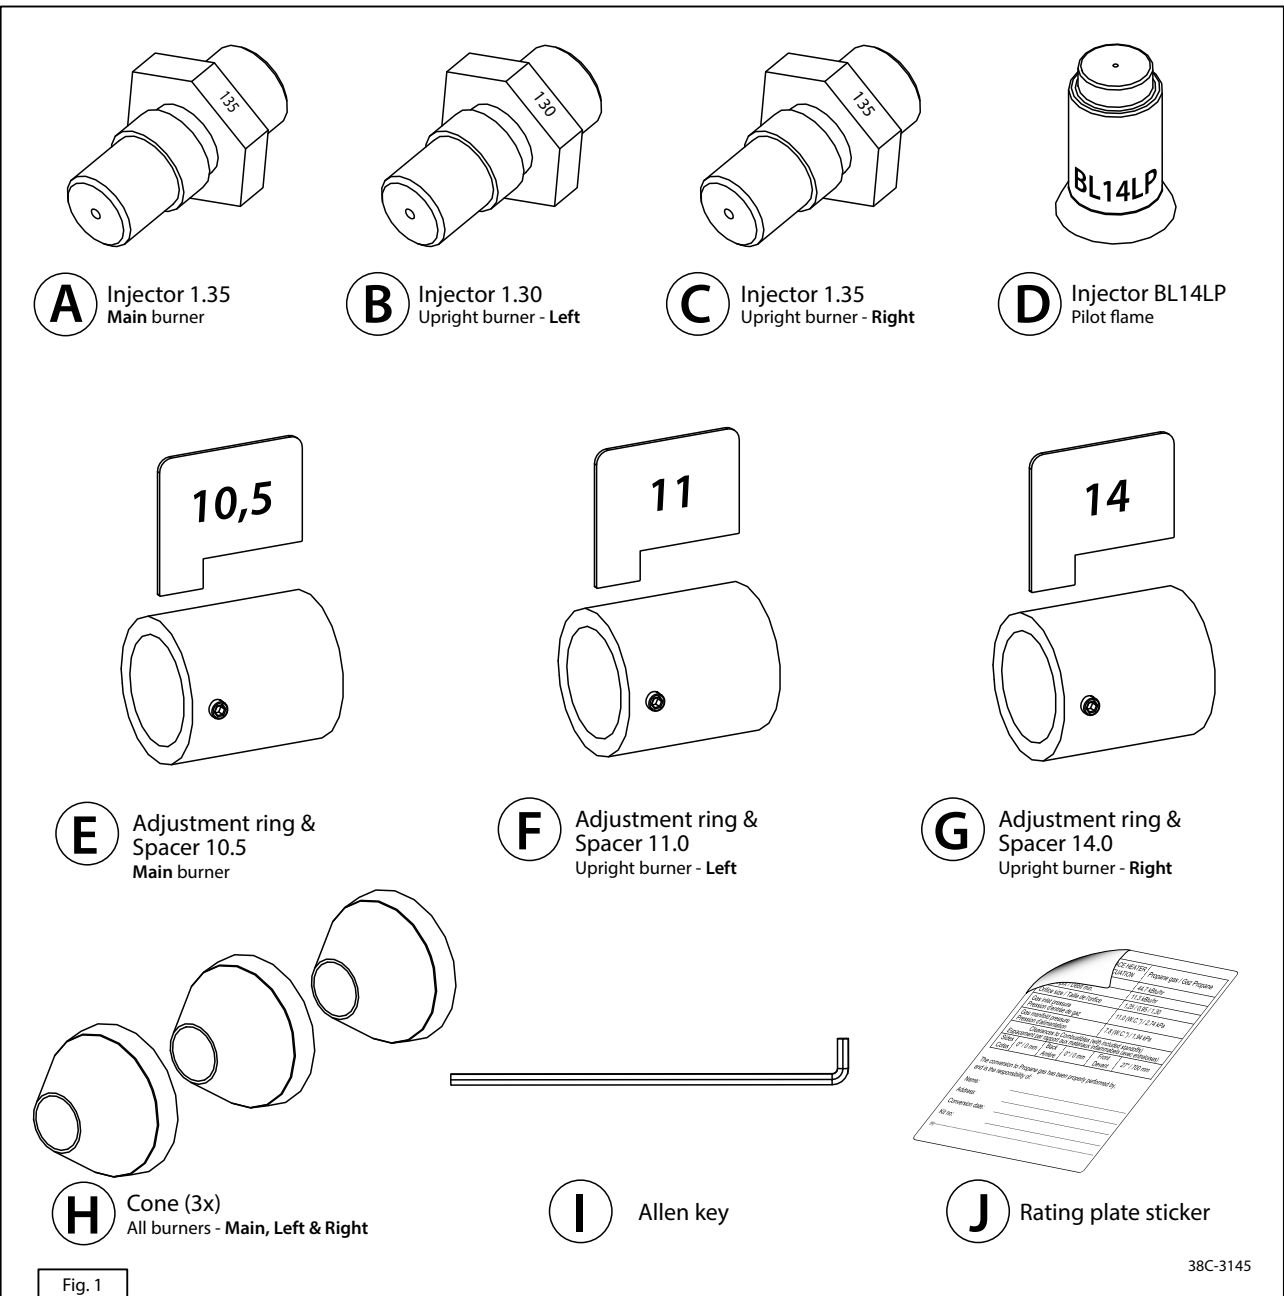

Fig. 1
Procédez comme suit pour installer le module Wi-Fi (figure 1) :
Les nouveaux injecteurs sont fournis dans le kit de conversion. Il est important que le bon injecteur soit installé dans le bon brûleur. Utilisez les injecteurs A, B et C des figures 1 et 4.
- Remplacez les anciens injecteurs par les nouveaux fournis dans la trousse de conversion (Étape 2). Assurez-vous qu'ils sont de la bonne taille ! (voir fig. 1.)
- Remplacez l'ancien injecteur par le nouveau fourni dans le kit de conversion (Étape 5). Assurez-vous qu'il est de la bonne taille ! (voir Fig. 1.)
Le nouvel injecteur pour la veilleuse est fourni dans le kit de conversion. Pour ce faire, utilisez l'injecteur D des figures 1 et 5.